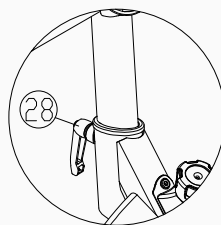

Figura 10
10. Regolare l'altezza del bracciolo utilizzando la manopola di regolazione a L (Pezzo 28). Sono disponibili più posizioni di altezza; fare riferimento alla Figura 10.